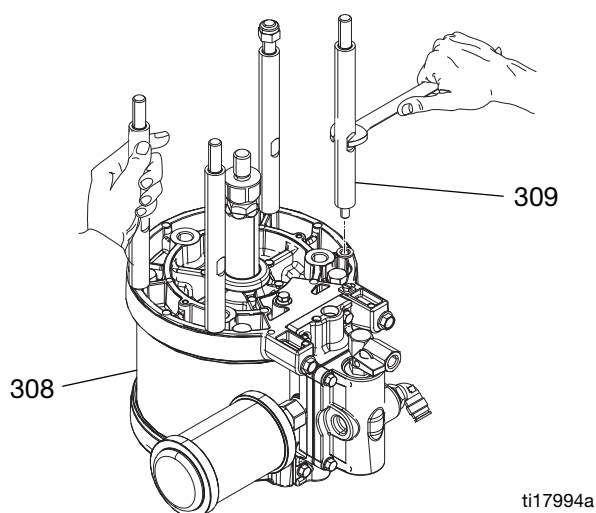

BILD 3
2. Montera dragstängerna (309) nertill på luftmotorn (308). Se BILD 3.